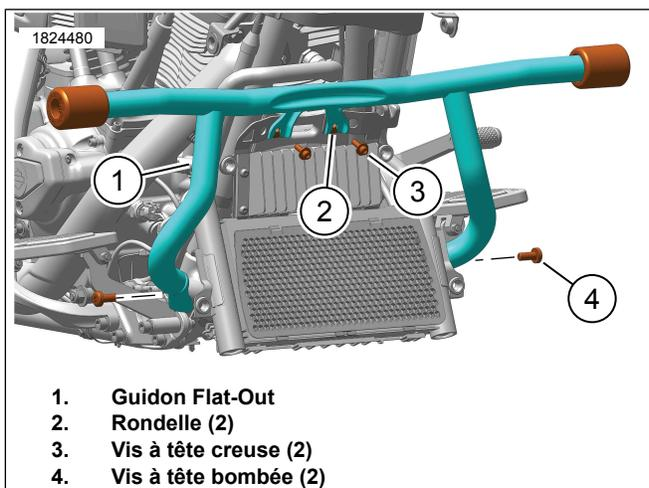

Figure 3. Guidon Flat-Out
1. Voir la figure 3. Placer la barre Flat-Out (1) par rapport au cadre.
2. Installer les vis à tête bombée sans les serrer (4).
3. Installer les vis à tête creuse sans les serrer (3).
- a. **Modèles 2014-2016** : Installer des rondelles (2) entre la barre Flat-Out (1) et le cadre.
- a. **Vis à tête creuse (3)**